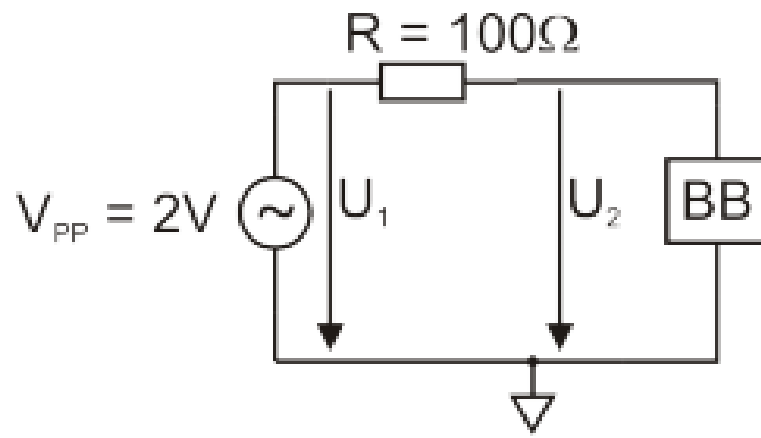
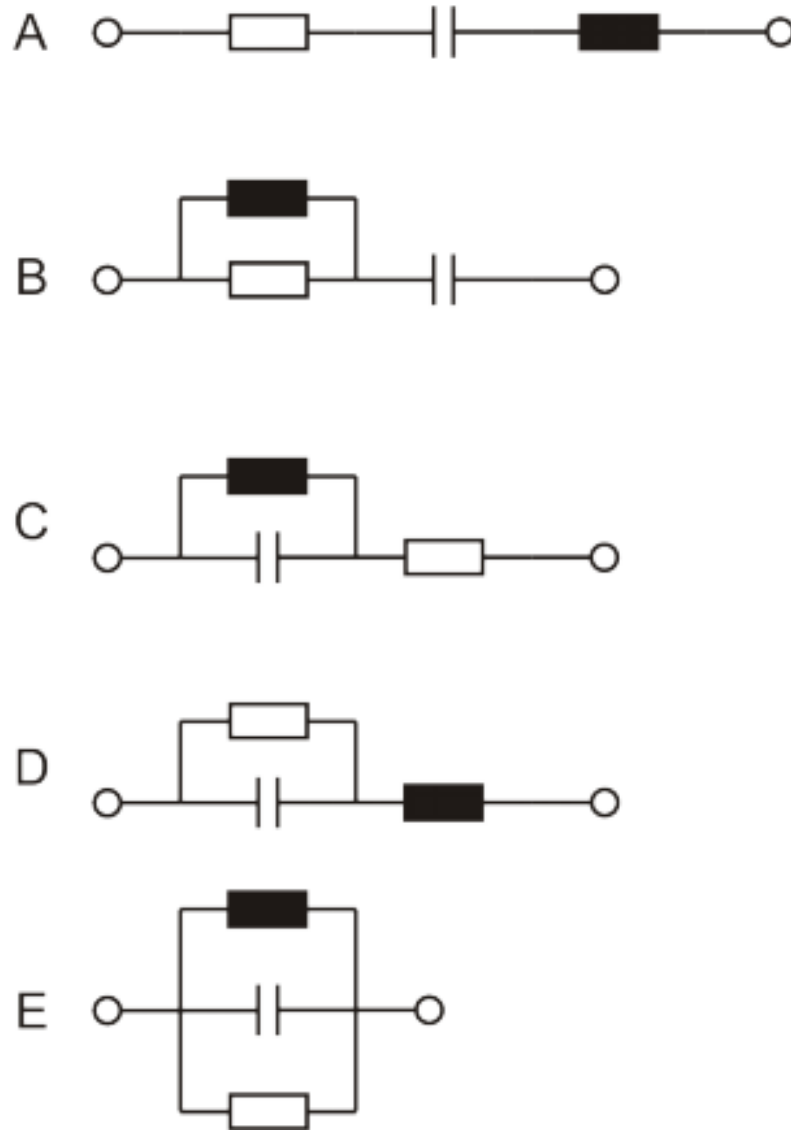

Abbildung 3.25: Messaufbau zum Analysieren der BB
Abbildung 3.26: Mögliche Schaltungen der BB
In diesem Versuch soll das Verhalten einer unbekannten Schaltung, einer sogenannten Blackbox (BB) untersucht werden. Hierzu steht Ihnen im Rahmen dieses Versuchs eine mit BB1 beschriftete Blackbox zur Verfügung. Alle möglichen Schaltungskombinationen, die sich im Inneren der Blackbox befinden können, sind in Abbildung 3.26 dargestellt. Messen Sie die Transferfunktion der BB mit Hilfe des Schaltungsaufbaus in Abbildung 3.25. Verwenden Sie hierzu einen Sweep mit einer unteren Frequenz von 1Hz, einer oberen Frequenz von 250kHz und einer Auflösung von 200 Punkten.